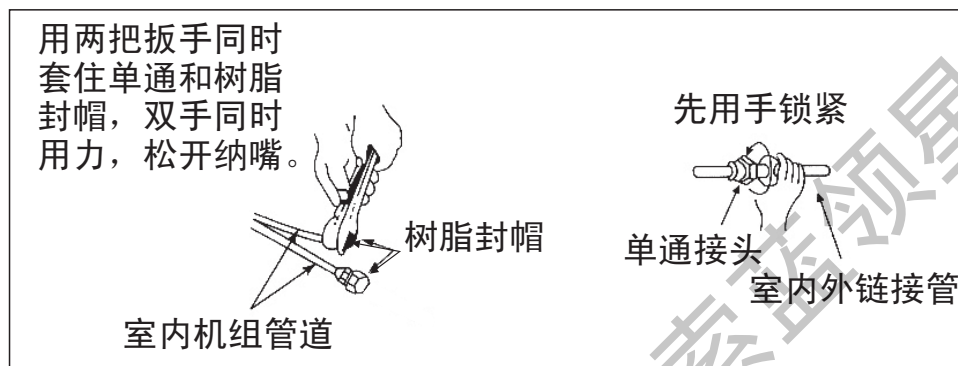

图18
(1) 将树脂封帽拆开，如图18所示。
(2) 连接时，应在单通螺牙及管的喇叭口上涂少许冷冻润滑油，以防螺牙损坏，且按图18所示对准管道拧紧。